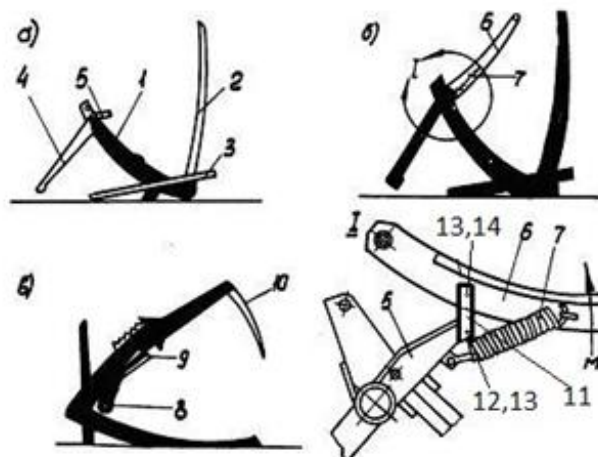

Рис. 3 Порядок сборки грабельной решетки:
- 1) расположить раму 1 грабельной решетки горизонтально (рис. 3а) и закрепить в кронштейнах рамы семь нижних пальцев 2 болтами М16х90, гайками и пружинными шайбами;
- 4) в положении, указанном на рис. 3 б установить сталкивающие рычаги и натянуть пружины. Для этого установить две планки 11 на приваренную ось 12 с обеих сторон кронштейна 5. Навернуть гайки 13. Планки должны свободно поворачиваться на оси до упора в отбортовку кронштейна. Соединить ось 14 из комплекта погрузчика рычаг 6 с планками 11 и навернуть две гайки. Установить рычаг в положение, указанное на выноске 1, после чего смонтировать обе пружины 7. Повернуть рычаг по стрелке М до совмещения отверстий в кронштейне 5 и рычаге 6. В отверстие вставить палец КУН 02.605А с разводными шплинтами 5х36. Снять ось 14 и планки 11.
- 5) повернуть грабельную решетку за боковые пальцы в положение, показанное на рис. 3 в, и установить сталкивающую трубу 8 в кронштейны сталкивающих рычагов, расположив ее симметрично относительно трубы грабельной решетки. Зафиксировать трубу от продольного перемещения шплинтами, концы которых отогнуть поперек трубы в одну сторону;
б) установить гидроцилиндр 9 (рис. 3в) с ходом 400 мм на грабельную решетку.